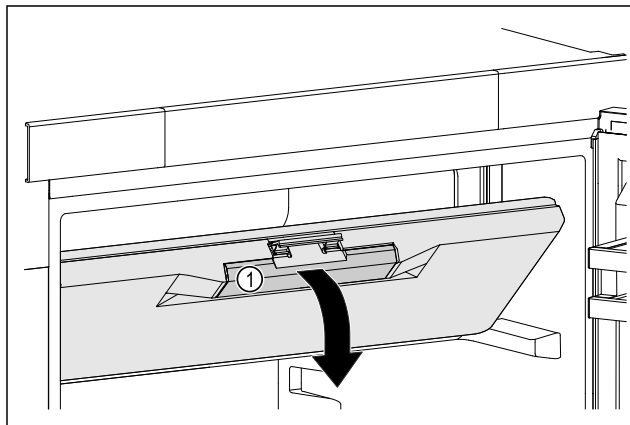

Fig. 23
- Tag fat i frostbokslågen i de forsænkede greb Fig. 23 (1).